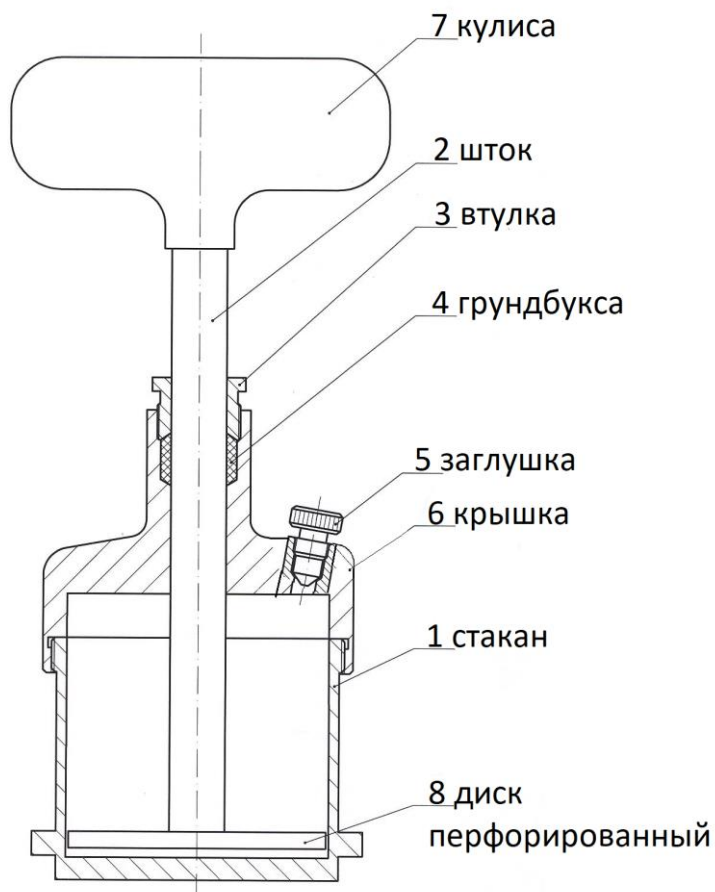

Рисунок 4 – Смеситель в разрезе
1.3.4 Смеситель (см. рис. 4) в соответствии с ГОСТ 1440-78 состоит из: стакана **1**, штока **2**, втулки **3**, грундбуксы **4**, заглушки **5**, крышки **6**, кулисы **7** и перфорированного диска **8**. При термостатировании можно установить термометр для контроля температуры подготавливаемой пробы выкрутив заглушку **5**.
4.1.2 Шпателем равномерно наполнить стакан смесителя (см. рис. 4) смазкой, не допуская попадания воздуха.
4.1.4 При навинчивании крышки выкрутить заглушку 5 (см. рис. 4) для выхода избытка смазки.
4.1.5 Опустить кулису 7 до упора, закрутить заглушку 5 (см. рис. 4). Собранный смеситель установить в термостат. Время выдержки и температура указаны в соответствующих стандартах на методы испытаний смазок.